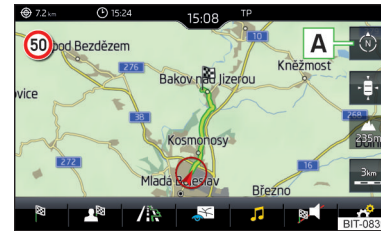

Fig. 226 Modification du sens de la carte
- Pour **modifier l'orientation de la carte** dans le menu principal *Navigation* appuyez sur la touche de fonction **A** » fig. 226.